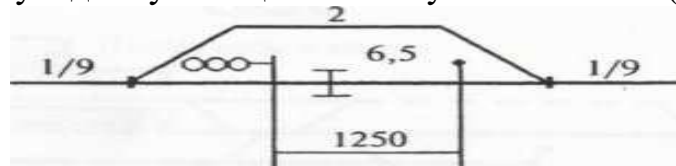

Рис. 2
2. Определить полную длину станционного пути 2 на схеме (рис. 2).